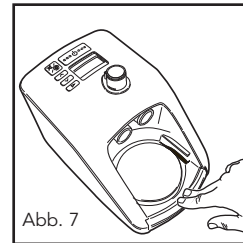
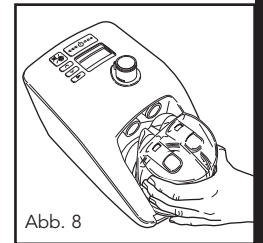

Abb. 7
Abb. 8
5. Zum Aufsetzen der Wasserkammer auf das Gerät drücken Sie den Fingerschutz herunter (Abb. 7) und schieben Sie die Kammer auf. Achten Sie dabei auf die blauen Kammeranschlüsse (Abb. 8). Schieben Sie die Kammer fest auf, bis der Fingerschutz einrastet. Zwischen Fingerschutz und Kammerbodenrand sollte ein etwa 2 mm breiter Abstand bleiben. Weiter zu Schritt 8 unten.